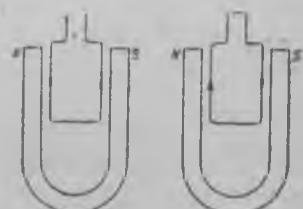

Рис. 119.
4. Магнитойн полюсойн кескес рипутах какси рамкуа (рис. 119). Токан на-
5. Определиэ токан направления рамкаас (рис. 119), кудама пүбриу магнит-